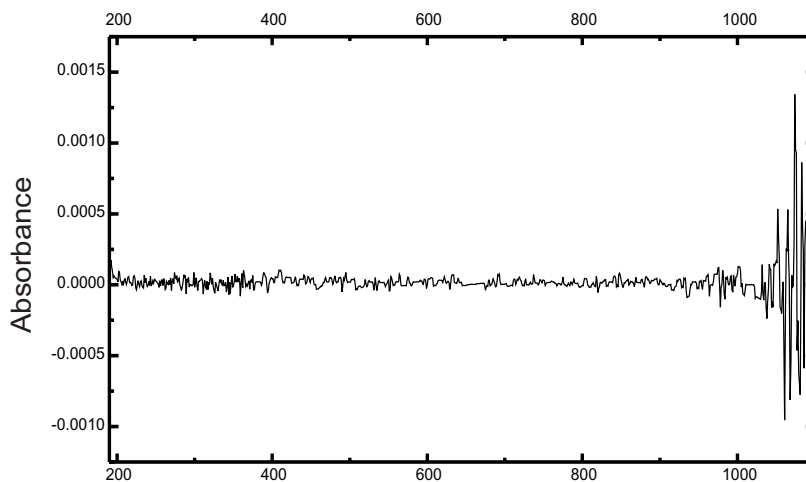
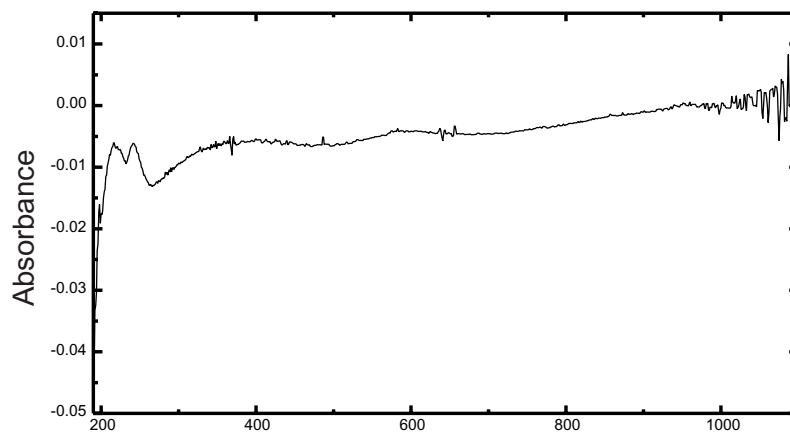

図 11 水を使用したブランク測定例：良好なベースライン
図 12 水を使用したブランク測定例：気泡の発生によって平坦でないベースライン
- ✓ ブランク測定は平坦なベースラインを示すこと（図 11と図 12に良いベースラインと悪いベースラインを示します）
1 ブランク / 試料スペクトルが図 12 に示すような不自然な曲線になる場合、40 ページの「溶媒」の説明を参照して測定手順を最適化してください。